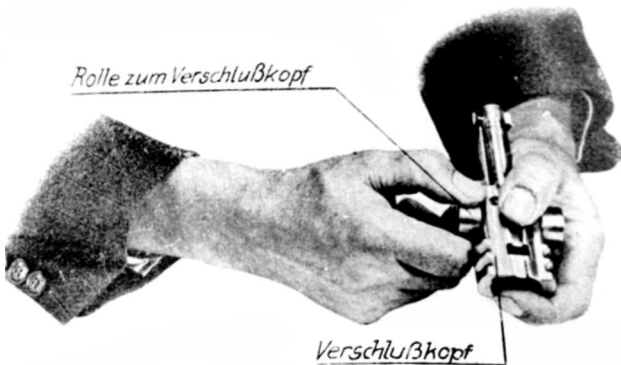

Abb. 79: Abziehen der Rolle zum Verschlusskopf
a) Zerlegen des Verschlusskopfes (Abb. 79)